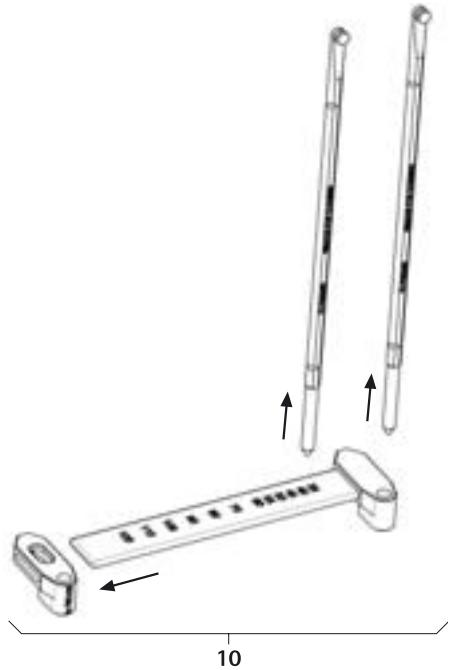

Fig. 5
- Desmontar o medidor do comprimento de barras **10**, ver Fig. 5.